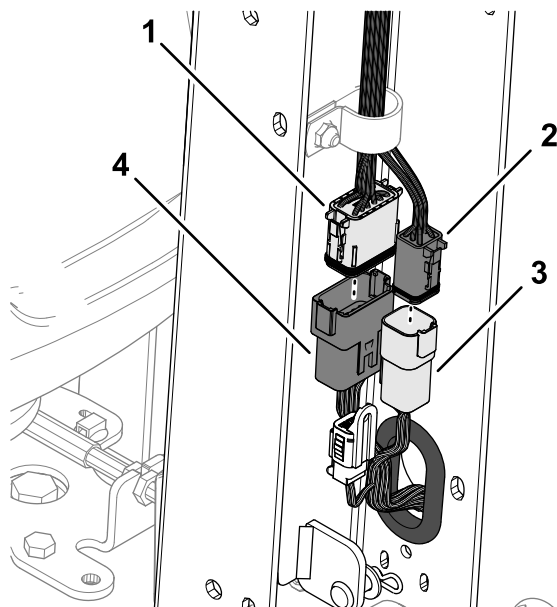

Figura 9
2. Conectai conectorul cu 12 pini al cablajului mainii în conectorul cu 12 orificii al cablajului barei de ghidare (**Figura 9**).